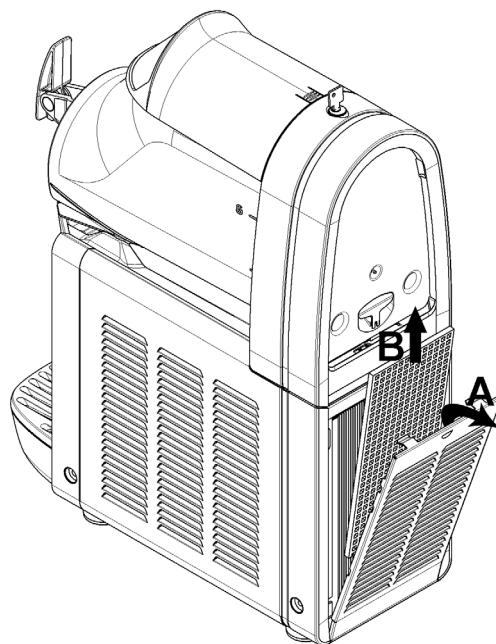

figura 14
**3 Ogni mese:** eliminare la polvere accumulata sul filtro del condensatore posto sul lato posteriore della macchina (vedere figura 14).